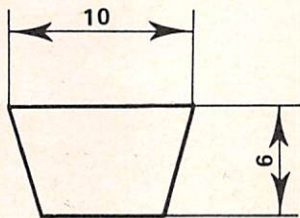
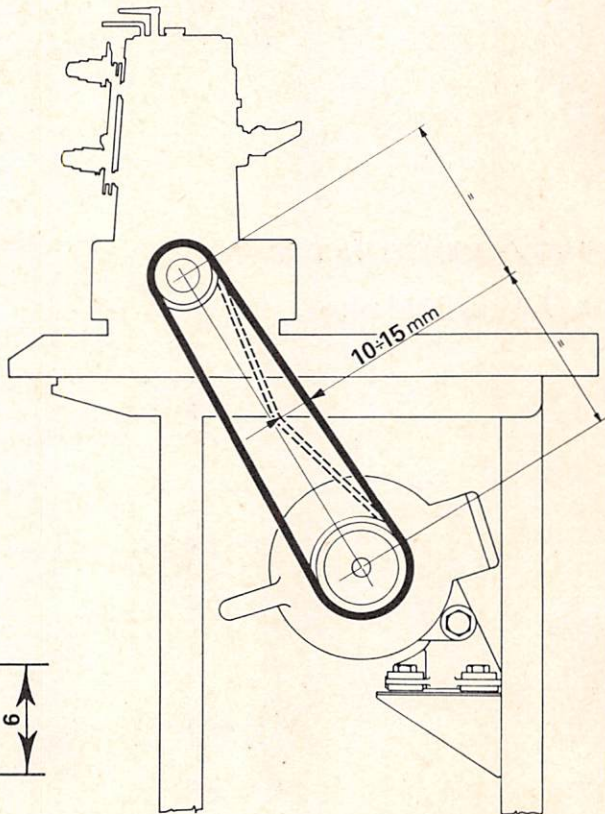

Fig. 2
Fig. 3
4. Collegare il volantino della macchina alla puleggia del motore con l'apposita cinghia di trasmissione sezione 10x6 (fig. 2) secondo lo schema di collegamento (fig. 3).
5. Registrare la tensione della cinghia agendo sullo snodo attacco motore, in modo da non consentire slittamenti, ma avendo cura di non tenderla eccessivamente onde evitare sovraccarichi sugli alberi delle pulegge e non compromettere la durata della cinghia stessa. Si ha la giusta tensione quando, premendo con la mano al centro del tratto indicato in fig. 3, si verifica una freccia, cioè un cedimento della cinghia, di 10-15 mm.
4. Connect machine handwheel to motor pulley with 10 x 6 section driving belt (fig. 2) as shown in sketch (fig. 3).
5. Adjust the belt tension by moving the motor coupling articulated joint so that the belt cannot slip, but taking care not to make it over-taut, to avoid overloading the pulley shafts and shortening the life of the belt. The tension is correct when, putting manual pressure on the centre of the part indicated in fig. 3, the belt yields about 10-15 mm. (3/8"-9/16").